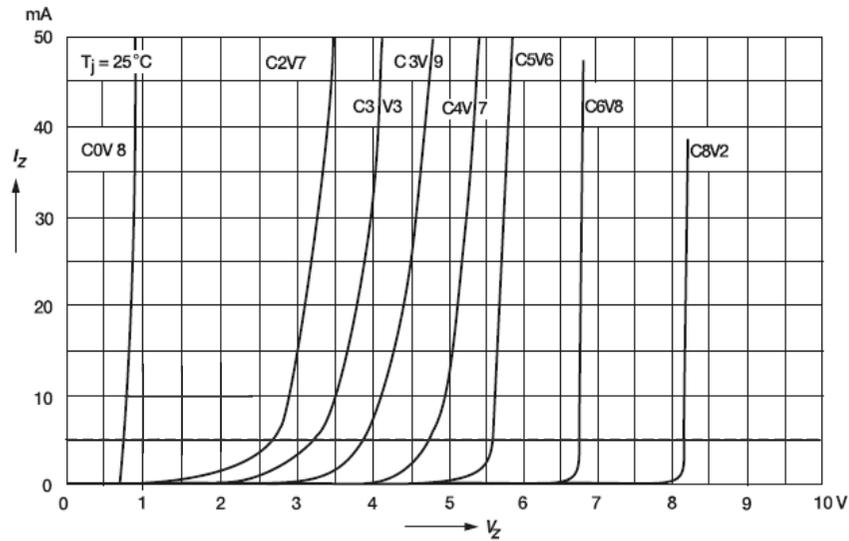

Abb. 2.1: Kennlinien Z-Dioden (Sperrbereich)
- b) Abb. 2.1: $U_0 = 10 \text{ V}$; Vorwiderstand: $R_{V1} = 250 \Omega$. Konstruieren Sie grafisch den Arbeitspunkt AP von ZD1 und geben Sie die Zahlenwerte an. / 6